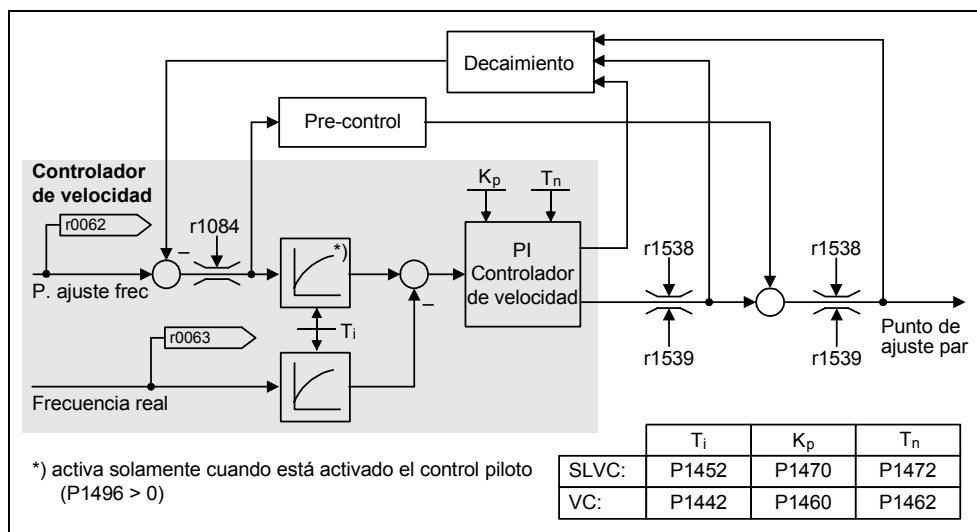

Figura 3-105 Regulador de velocidad
El regulador de velocidad (véase Figura 3-105) recibe su consigna r0062 del canal de consignas (véase sección 3.12). El valor real r0063 lo recibe directamente del sensor de velocidad (VC) o indirectamente vía modelo de motor (SLVC). La desviación de regulación aumenta a través del regulador PI y forma, junto al precontrol, la consigna de par.